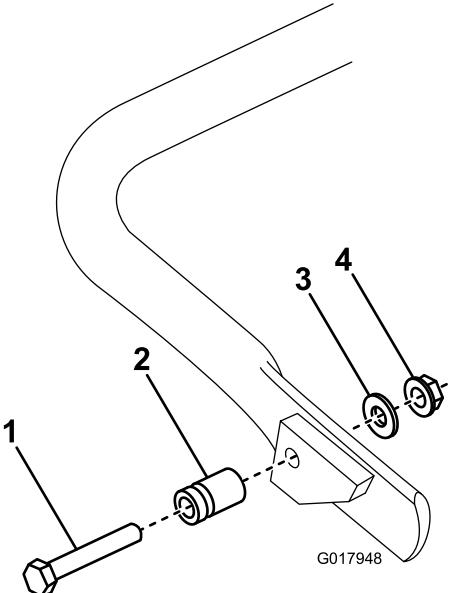

Figura 7
1. En el modelo 04056 solamente, conecte el anclaje del muelle al lado derecho del caballete (Figura 7) con el perno, la arandela y la tuerca con arandela prensada suministrados.